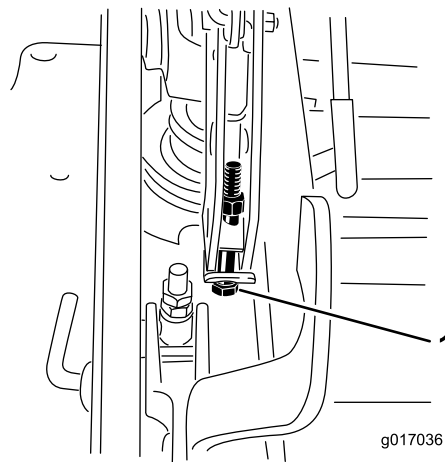

Figure 98
11. Si le tablier est trop bas, serrez le boulon de réglage monopoint dans le sens horaire. Si le tablier est trop haut, desserrez le boulon de réglage monopoint dans le sens antihoraire (Figure 98).